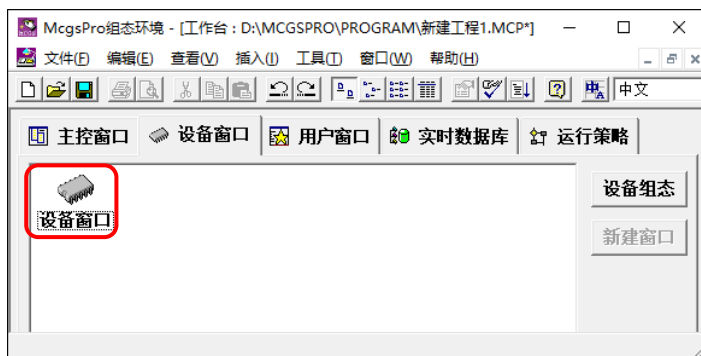

图 2.9-1 设备窗口
- ① 运行 McgsPro 组态软件，新建一个工程，双击图 2.9-1 所示的【设备窗口】：